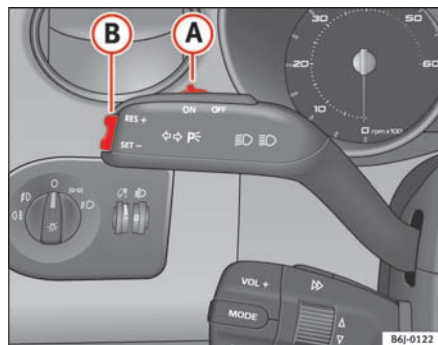

Fig. 101 Blink- og fjernlysarm: kontakt og vippeknop til fartpilot
- Flyt kontakten ⇒ fig. 101 **A** mod venstre til **ON**.